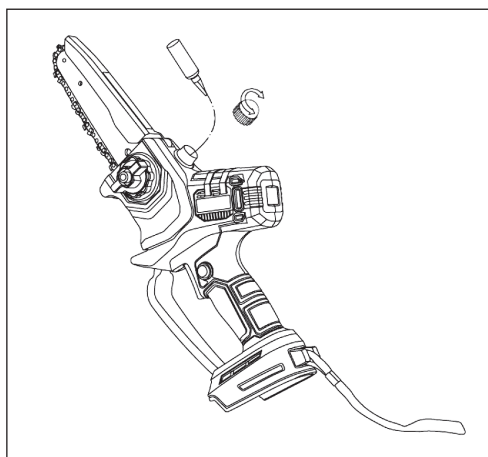

Рис. 2
- открутите крышку масляного бачка и залейте цепное масло (рис. 2);